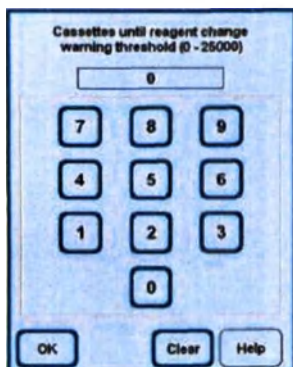

Рис. 138
- В строке заголовка нажмите кнопку редактируемого параметра — откроется форма ввода (рис. 138).